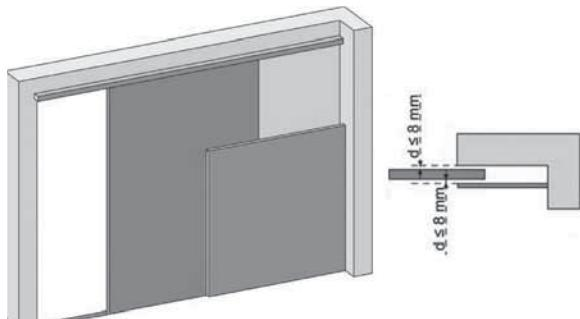
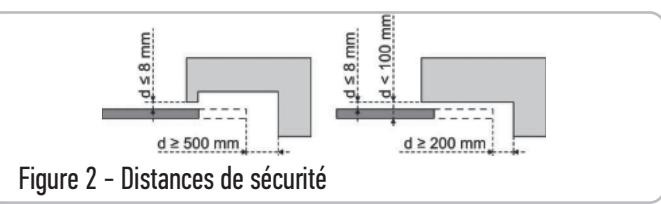

Figure 1 - Protection mécanique
Figure 2 - Distances de sécurité
ZONE 2 Risque d'écrasement avec une partie fixe attenante	Détection d'obstacle intrinsèque à la motorisation. Valider impérativement que la détection d'obstacle est conforme à l'annexe A de la norme EN 12 453). Protection par une protection mécanique (voir Fig.1) ou par des distances de sécurité (voir Fig.2)
2.1 Composition - Fig. 1
2.2 Domaine d'application - Fig. 2
Types de portes (Fig. 2)
Dimensions portes (Fig. 2)